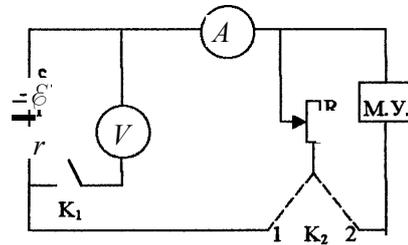

Рис. 2
В работе используется установка, электрическая схема которой представлена на рис. 2, где V – вольтметр с большим внутренним сопротивлением; R – реостат, значения сопротивления которого при разных положениях движка замеряются с помощью мостика Уитстона (М.У.); A – амперметр; K_1 и K_2 – ключи.
1. Проверьте правильность сборки установки согласно схеме на рис. 2. *Выставьте на амперметре и вольтметре необходимые пределы измеряемых величин и определите цену деления каждого.* Запишите в свой отчет класс точности приборов.